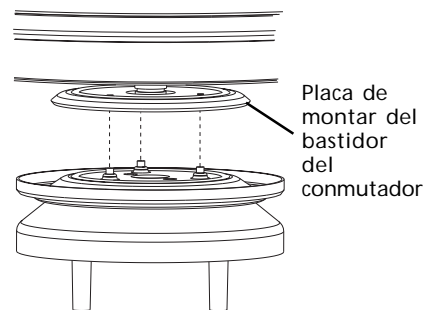

Figura 8b - Como acoplar el ensamblado a la placa de montar del bastidor del conmutador.
5. Terminar de instalar los tres tornillos #6-32 x 3/4 de pulgada en la placa de montar del bastidor del conmutador. Asegurarse que los tres tornillos hayan quedado firmemente atornillados. Ver Figura 8b.